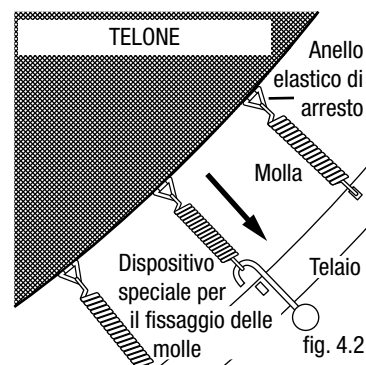

fig. 4.2
- Scegliere un punto a piacere sulla tubatura superiore del telaio (chiamarlo punto ZERO). Fissate dapprima una molla (7) nella stessa direzione e con la stessa angolazione al telaio, come riportato nella fig. 4.2.